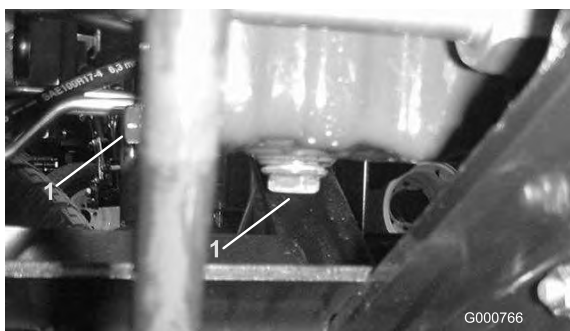

Figure 55
1. Enlevez le bouchon de vidange (Figure 55) et laissez couler l'huile dans un bac de vidange. Remettez le bouchon en place quand toute l'huile s'est écoulée.